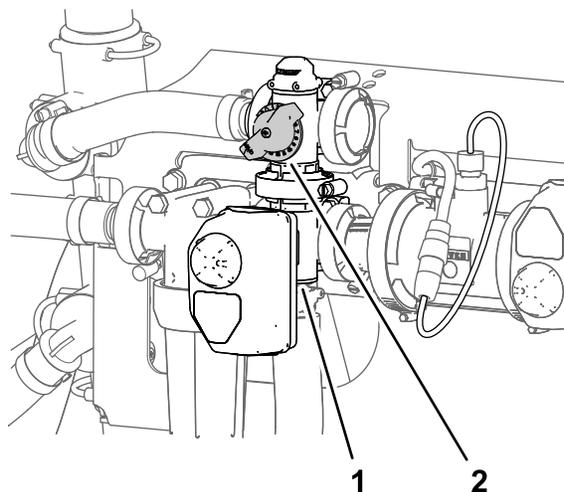

Figura 32
11. Ajuste a válvula de distribuição de agitação (Figura 32) na parte posterior da válvula de agitação até que a pressão do sistema de pulverização indicada no medidor seja 6,89 bar.